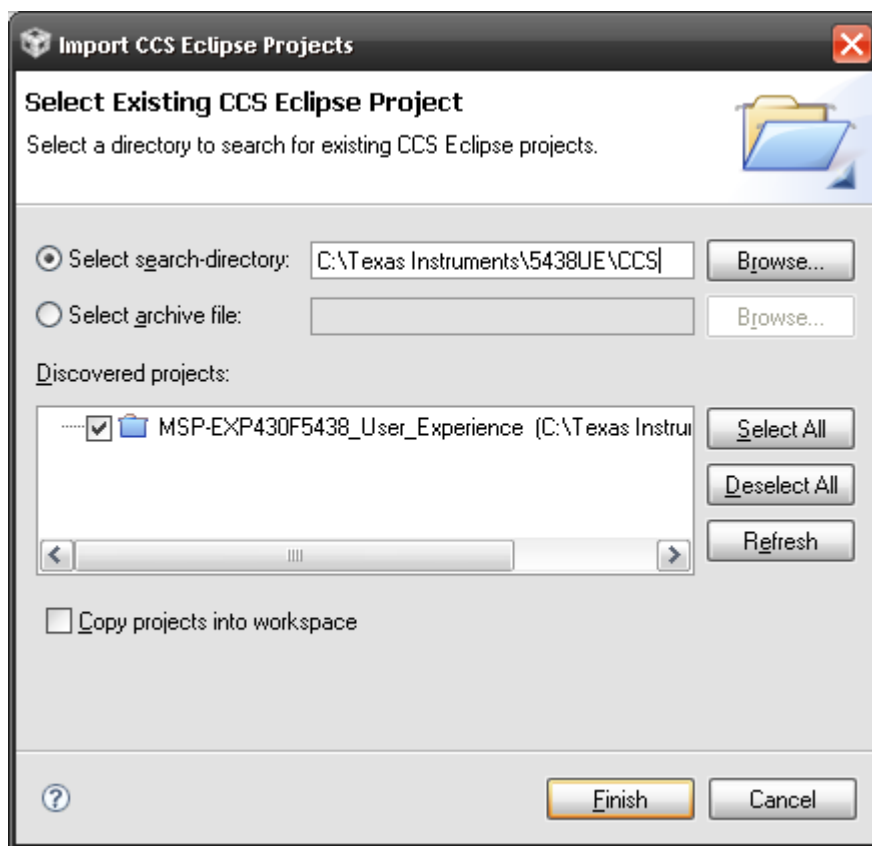

图 3-2. 打开现有的项目
7. 浏览提取出的项目目录。现在，项目应该显示在 Projects (项目) 列表中 (请见图 3-2)。